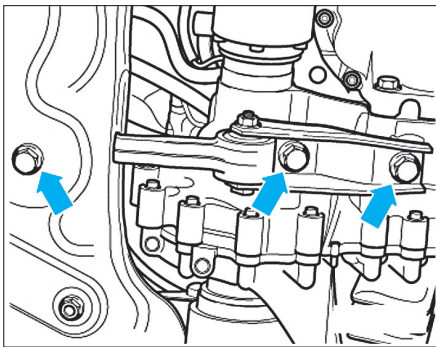

Fig. 33
- Déposer le tirant d'antibasculement comme illustré (Fig.33).